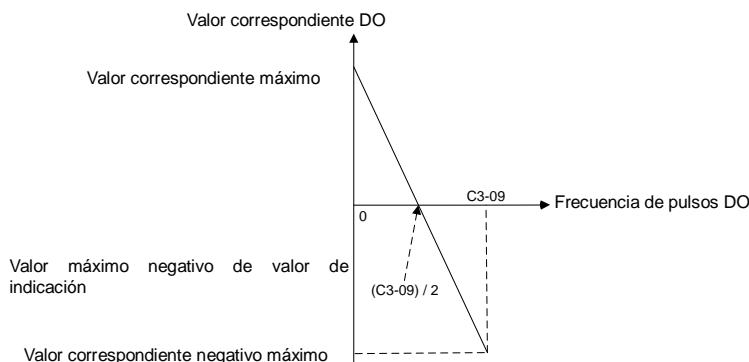

Fig. 6-38
- 2: El punto central es $(C3-09)/2$, y al valor de parámetro correspondiente es positivo cuando la frecuencia es menor que el punto central. El valor que corresponde a la frecuencia de pulso de DO en el punto central es 0. Cuando se establece en 0, el impulso DO corresponde al valor máximo positivo, mientras que cuando se establece en C3-09, la frecuencia del impulso DO corresponde al valor máximo negativo. Ver Fig. 6-38